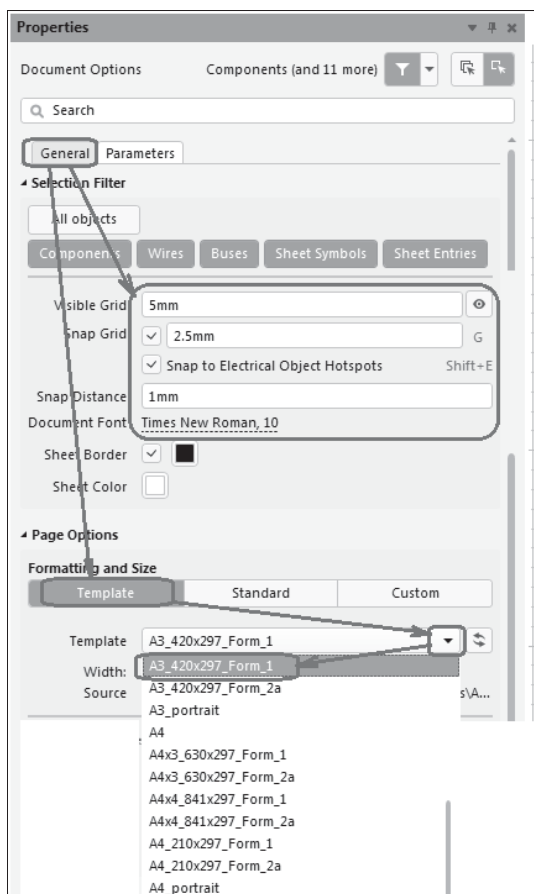

Рис. 3.4. Настройка конфигурации схемного документа
7. На вкладке **General** панели **Properties** (рис. 3.4) установить: